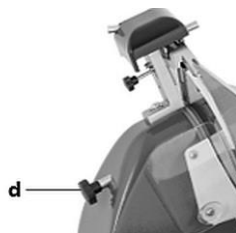

Рис. 12
2. Щоб зняти захист ножа (3) для очищення, необхідно послабити гвинт (d) на задній панелі пристрою (рис. 12) і натиснути на нього в напрямку до захисту ножа (3).
3. Зняти захист ножа (3) з пристрою.